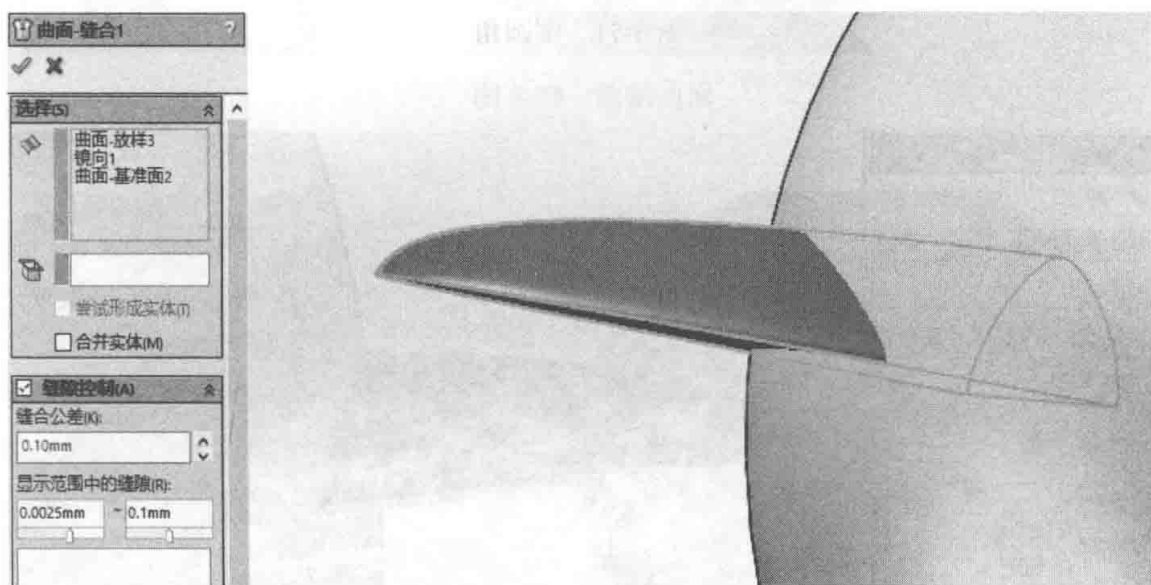

图 3-70 曲面缝合
(8) 选择“曲面→缝合曲面”或“插入→曲面→缝合曲面”，将小黄鸭的上半嘴三个曲面实体进行缝合，如图 3-70 所示。
(9) 选择“曲面→圆角”或“插入→曲面→圆角”，选择恒定大小圆角，对嘴的边